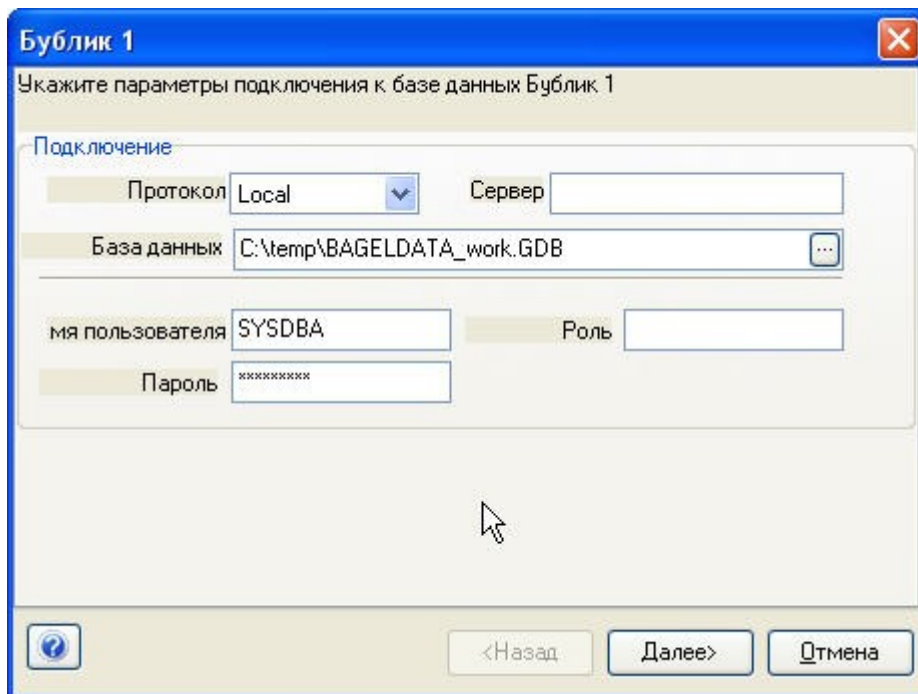

Рис. 5.1
- В диалоговом окне следует подключиться к базе данных Подкова 1 и нажать кнопку "Далее" (Рис.5.1).